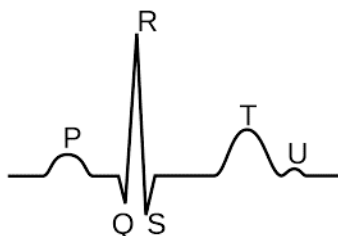

Figura 6.1.- Complejo QRS de la señal cardíaca
- Intervalo R-R: intervalo de tiempo, en ms, que pasa entre picos del complejo QRS de la señal cardíaca. En la Figura 6.1.